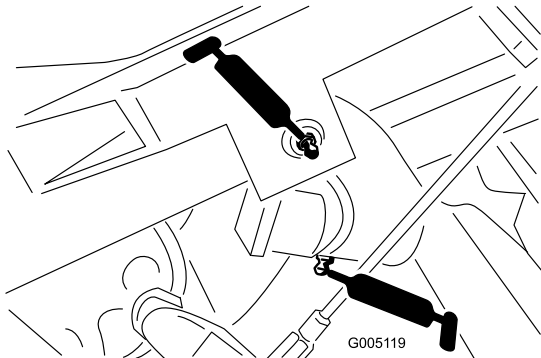

Figure 29
- Pivot de bras de levage (3) et articulation de pivot (3) (Figure 29)